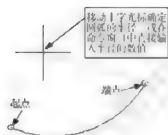

图 3-32
- (7) 起点、端点、半径(R): 主要通过确定圆弧的起点、端点和半径绘制圆弧(图 3-32)。